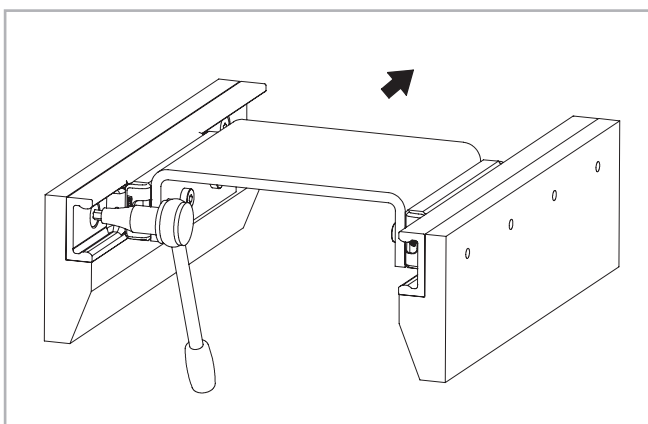

Рис. 77
(6) Переместите каретки с грузом в один из концов направляющих, и продолжите затяжку крепежных винтов, поочередно затягивая винты в порядке их удаления от каретки, начиная с соседних с кареткой (рис. 77).